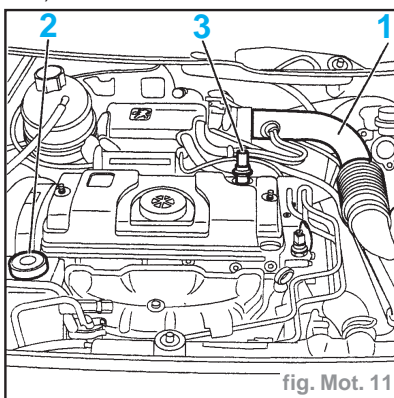

fig. Mot. 11
- Déposer le col d'entrée d'air (1) (fig. Mot. 11).